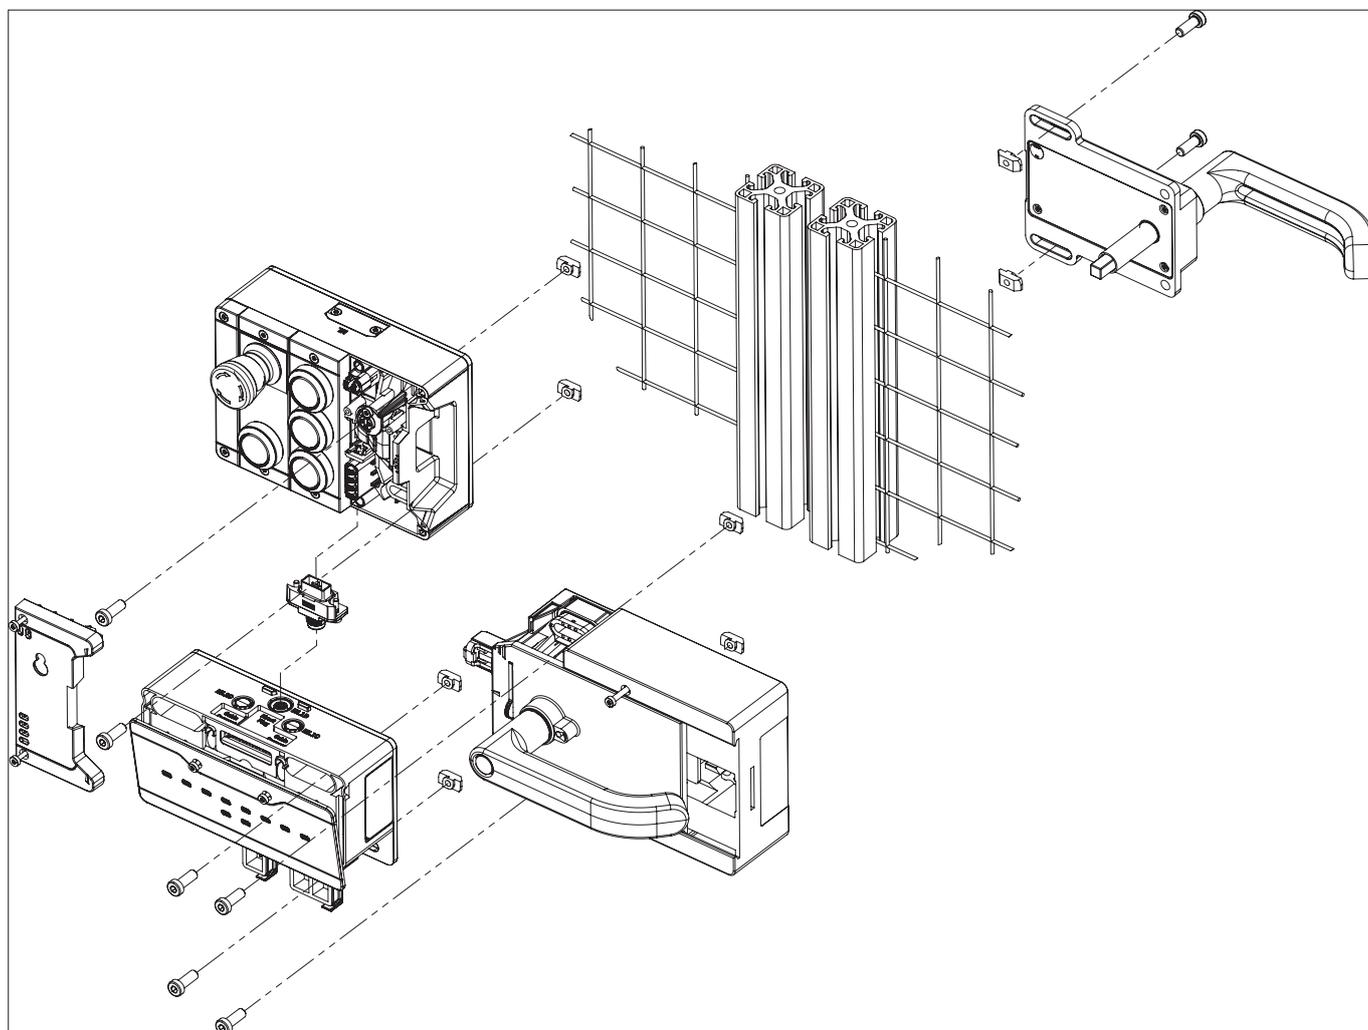
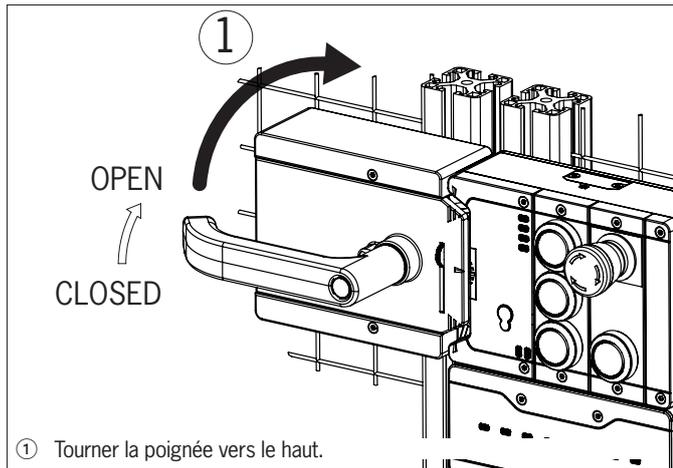
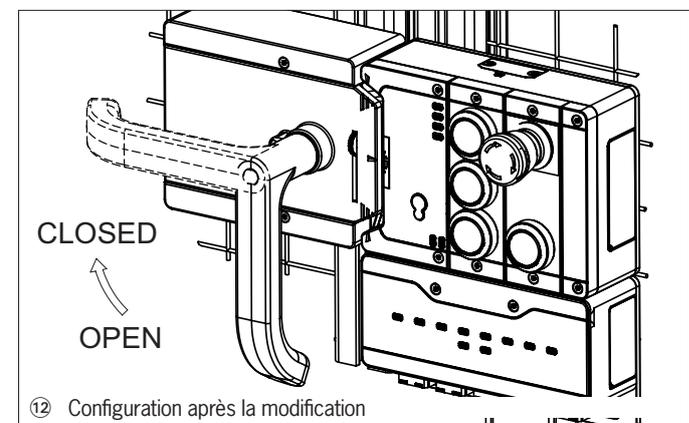

Fig. 9 : Exemple de montage pour une porte sur charnières à droite (vue d'ensemble)
Fig. 11 : Modification du sens d'actionnement, étape ①
Fig. 16 : Modification du sens d'actionnement, configuration définitive
- › Aligner l'axe du dispositif de déverrouillage interne à angle droit par rapport au module de poignée. Voir Fig. 9.
- › Veillez au bon alignement lors du montage. Utilisez les auxiliaires d'alignement du boîtier du module de verrouillage / interverrouillage et du boîtier du module de poignée (voir Fig. 9).
Étapes de montage, voir les Fig. 9 et Fig. 11 à Fig. 16.
- Monter le système dans l'autre sens dans le cas d'une porte sur charnières à gauche. C'est-à-dire que le protecteur peut alors être ouvert en actionnant la poignée vers le haut (voir *Fig. 11*). Le sens d'actionnement de la poignée doit par conséquent être modifié (voir *Fig. 11* à *Fig. 16*).